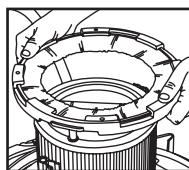

FIGURE 20
27. Retirer la brosse du nettoyeur de cartouche filtrante. **FIGURE 20.** Retirer le porte-filtre et la cartouche filtrante.